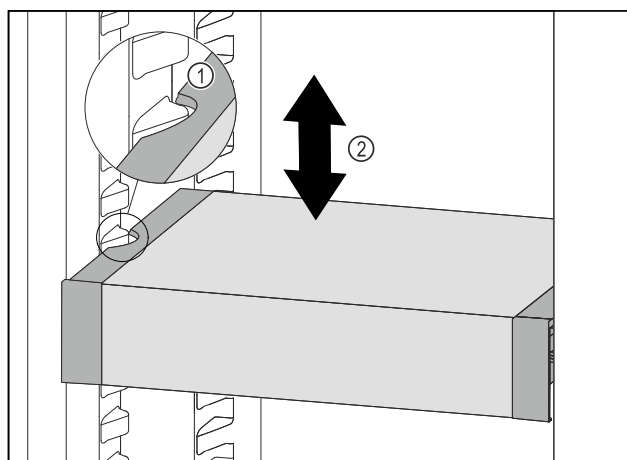

Fig. 96
- Tire del VarioSafe hacia delante hasta que los huecos laterales del VarioSafe se encuentren a la altura de la nervadura del recipiente en el compartimento del frigorífico. Fig. 96 (1)
- Mueva el VarioSafe hacia arriba o hacia abajo en el compartimento del frigorífico hasta alcanzar la altura deseada. *Fig. 96 (2)*